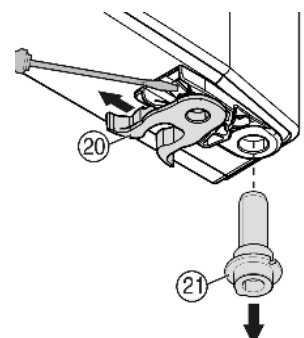

Fig. 9
- ▶ переставити Fig. 9 (20) пружинний затискач: Натиснути язичок зачіпки вниз, зняти з нього пружинний затискач.
- ▶ Вийміть гвинт Fig. 9 (21) із втулки дверцят і вставте разом із шайбою на протилежному боці. Язичок зачіпки повинен бути спрямований до внутрішньої сторони дверцят, надріз — до зовнішньої сторони.
- ▶ Поверніть нижню частину дверцят і вставте гвинт Fig. 9 (21) в опорний кронштейн. У разі необхідності покрутіть гвинт до його фіксації.